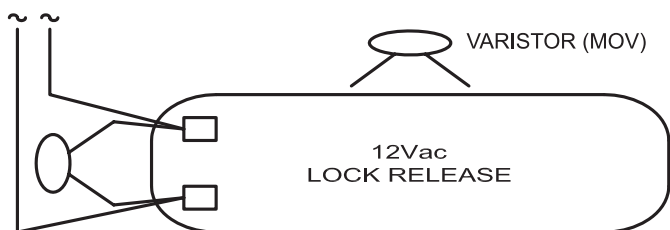
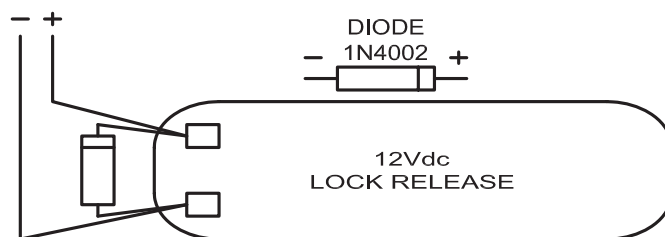

Fig.1A
Fig.1B
L'azionamento della serratura elettrica può provocare degli spike, per evitare tale inconveniente si consiglia di collegare tra i terminali della serratura un varistore (Fig.1A) o un diodo (Fig.1B) a seconda che la serratura sia in alternata o in continua.
*A MOV (VARISTOR) must be fitted across the terminals on AC lock release (Fig.1A) and a diode must be fitted across the terminals on a DC lock release (Fig.1B) to suppress back EMF voltages. Connect this components to the lock releases as shown in figures.*